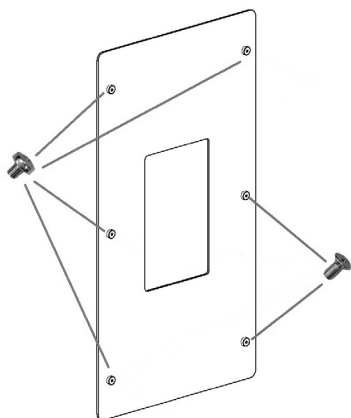

Fig. 41 - Aparafusar os parafusos
- Apertar os parafusos nas buchas presentes no vidro: 4 parafusos com cabeça redonda e 2 parafusos com cabeça plana (ver **Fig. 41**).